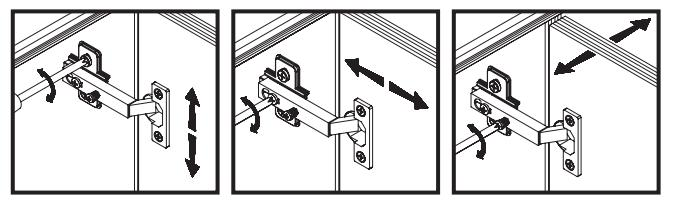

Рис. 2
5.9 К стенкам боковым **1** и **2** присоединить щит нижний **3** и стянуть еврошурупами **e1**, пользуясь специальным ключом **z1** из комплекта фурнитуры (**см.рис. 2**).
5.13 Положить двери **6** и **18** фасадной поверхностью вниз на ровную поверхность. Закрепить на дверях петли шарнирные **a2**, пользуясь крестообразной отверткой (**см.рис.2**).
5.14 Навесить двери на корпус тумбы, совместив петли шарнирные **a2** с направляющими петель **b1** (**см.рис.2**). При необходимости отрегулировать положение дверей вращая регулировочные винты, как показано на **рисунок 2**.
5.2 В отверстия диаметром **8 мм** на верхних и нижних кромках стенок боковых **1** и **2** вбить деревянные шканты **l1** (**см.рис. 2**).
5.5 На внутренних поверхностях стенок боковых **1** и **2** в отверстия диаметром **15 мм** вставить стяжки эксцентриковые **r1** (**см.рис. 2**).
5.6 В отверстия диаметром **5 мм** на нижней поверхности щита верхнего **4** вкрутить винты стяжки **r16**, пользуясь крестообразной отверткой (**см.рис. 2**).
5.7 В отверстия диаметром **4,5 мм** на нижней поверхности щита нижнего **3** вставить опоры полимерные **k22** (подпятники) (**см.рис. 2**).